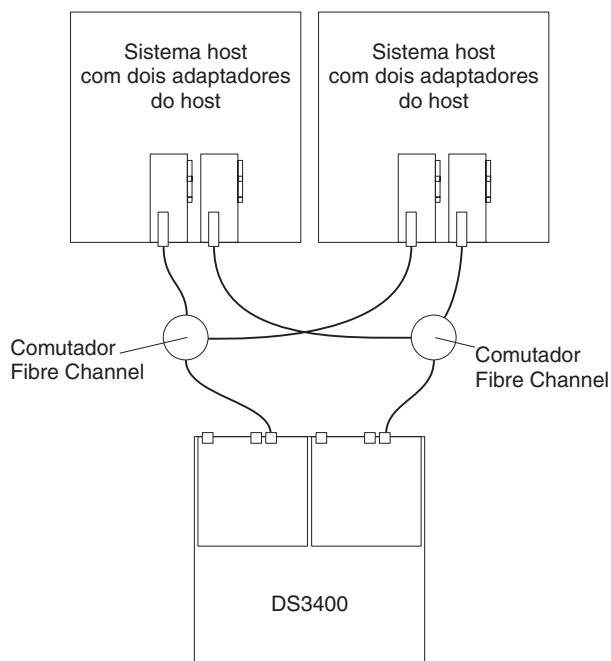

Figura 47. Exemplo de uma Configuração de Malha SAN Dupla
- Configuração de malha SAN dupla, conforme mostrado na Figura 47 na página 56
Na Figura 47 na página 56, os comutadores Fibre Channel *não* estão conectados juntos através de um ISL. Cada comutador forma sua própria malha SAN. Esta configuração também é a configuração a ser utilizada para uma configuração de cluster de nó duplo.